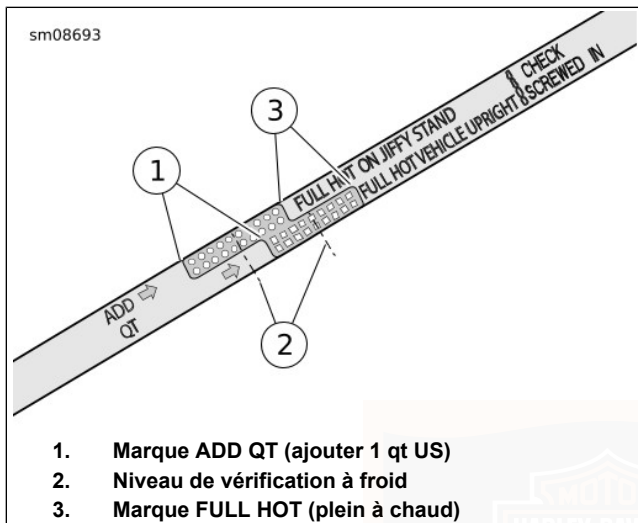

Figure 37. Jauge d'huile moteur
e. Voir Figure 37. Vérifier le niveau d'huile. Le niveau d'huile à froid correct est le point médian (2) entre les repères ADD QT (ajouter qt) (1) et FULL HOT (plein à chaud) (3) sur la jauge.
5. Vérifier le niveau d'huile. Ajouter suffisamment d'huile pour que le niveau se trouve à mi-distance entre les repères ADD QT (ajouter qt) (1) et FULL HOT (plein à chaud) (3).
- e. Voir Figure 37. Vérifier le niveau d'huile. Le niveau d'huile doit être entre les repères ADD QT (ajouter qt) et FULL HOT (plein à chaud) sur la jauge.